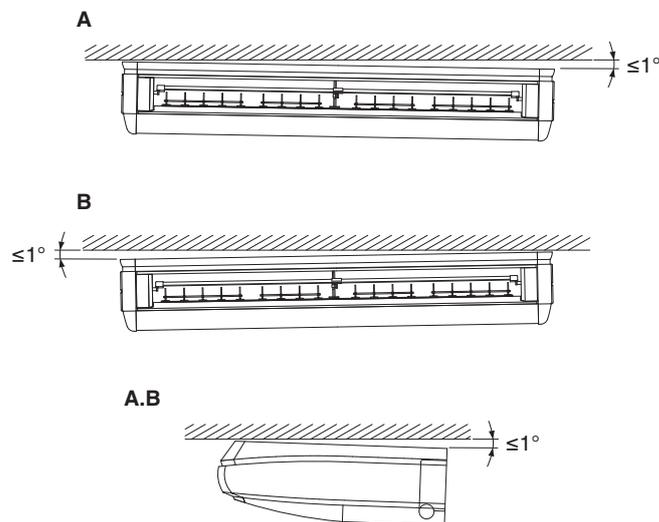

Fig. 12
- (5) Durante la sospensione dell'unità interna, assicurarsi di utilizzare la livella per garantire un drenaggio migliore e un'installazione orizzontale. Inoltre, se possibile presso il luogo di installazione, eseguire l'installazione in modo che il lato della tubazione di scarico sia leggermente più basso. (Fare riferimento alla Fig. 12)
- **Non inserire materiali diversi da quelli specificati nello spazio tra il gancio e la relativa rondella (3).**